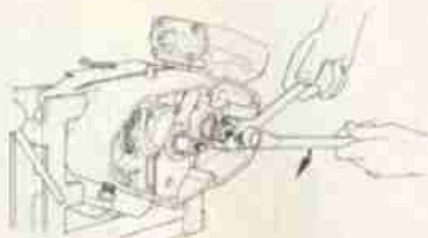

FIG. 16 Estrazione pignone motore
- 17) RIMUOVERE il pignone motore con l'apposito estrattore (cod. 05.0041.0 per pignoni $z = 14 + 16$) (fig. 16).